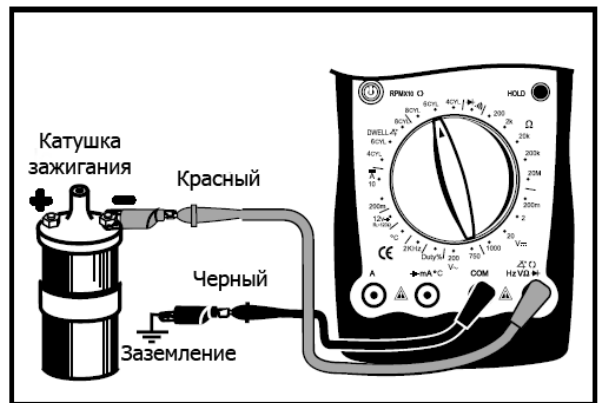

Рис. 17
**5. Тестирование оборотов (RPMx10) (См. рис. 17)**